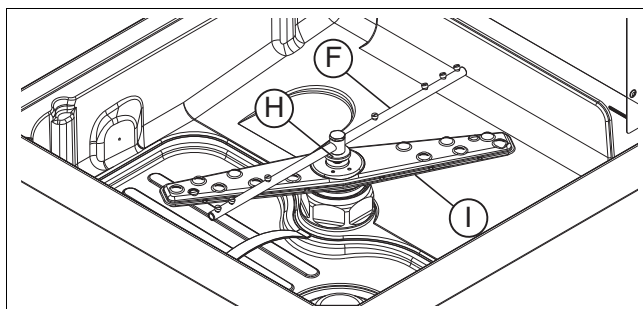

Figura 26 Braços de lavagem e de enxágue
- Retire os braços superiores e inferiores de lavagem "F" e de enxágue "I", desapertando o anel "H" (Figura 26).